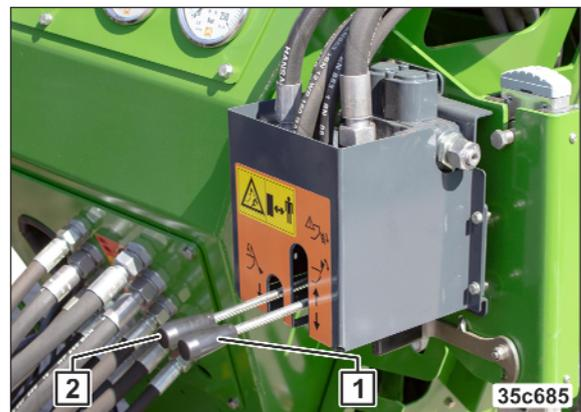

Fig. 215
2. Actionner le distributeur (Fig. 215/1).
17. Actionner le distributeur (voir Fig. 215/1) et placer la vis de remplissage en position de transport.